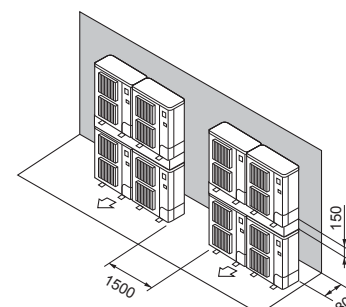

Fig. 2-15
- ⑦ Διάταξη μονάδων σε στοιβα (Fig. 2-15)